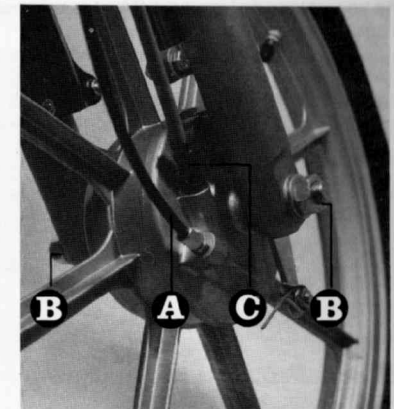

Fig. 24
Colocar el ciclomotor sobre el caballete. Para desmontar la rueda delantera, soltar el cable del freno (A), aflojar las tuercas que fijan el eje de la rueda delantera a la horquilla (B), y una vez fuera, desplazar largamente la toma del cuentakilómetros (C), hasta sacarla del eje (ver fig. 24).